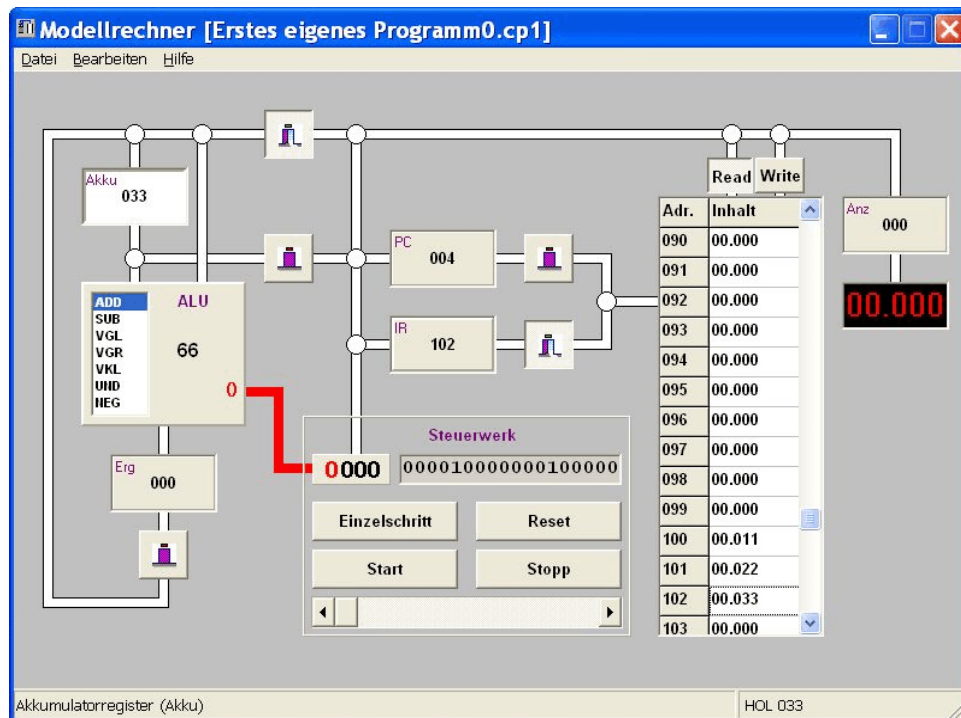

Abb. 5.5
Wie geht es nun weiter? Zunächst klicken wir wieder auf das Indexregister; dadurch wird sein Eingang geschlossen und es behält seinen Wert, auch wenn der Datenbus andere Werte erhält. Nun schließen wir das PC-Tor (jetzt wird automatisch die Zelle 000 adressiert) und öffnen danach das Indexregister-Tor; dadurch wird die Zelle 102 adressiert. In dieser befindet sich der Wert 033 (genauer: 00.033). Da das RAM-Read-Tor noch geöffnet ist, genügt jeweils ein Klick auf das Eingangstor und auf den Akku – und schon befindet sich der Wert 033 im Akku (Abb. 5.5).
- 5.4 Warum zeigt die ALU in Abb. 5.5 den Wert 66 an?